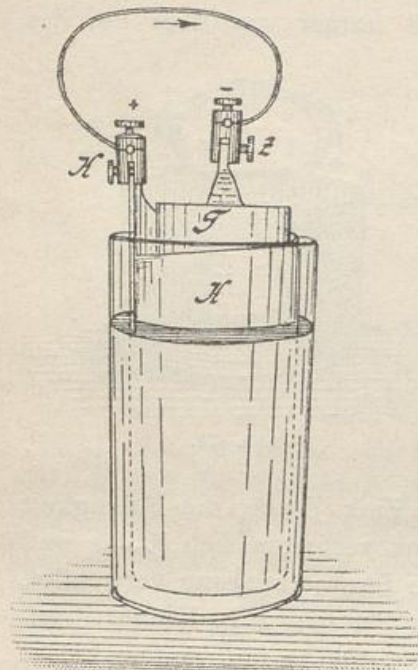

Abb. 679.
a) Das Daniellsche Element (Abb. 679). Die beiden Metalle sind
c) Das Bunsensche Element. Es ist in seiner Anordnung dem Daniellschen ähnlich; die beiden Metalle sind aber Kohle (+) und Zink (—). Das Kohlenstück steht in einem Tonbecher, der mit Salpetersäure gefüllt ist; er ist mit verdünnter Schwefelsäure umgeben, in welcher ein Zinkzylinder steht. Das Ganze befindet sich in einem Glase, ähnlich wie in Abb. 679.